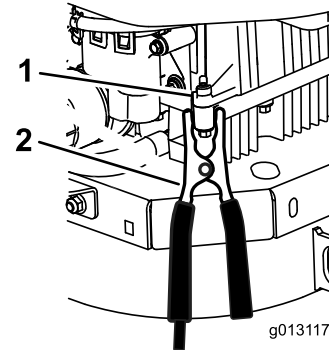

Bild 50
6. Stellen Sie die letzte Verbindung am **Motorblock** (nicht am Minuspol) des nicht anspringenden Fahrzeugs, von der Batterie entfernt, her und treten Sie zurück (**Bild 50**).